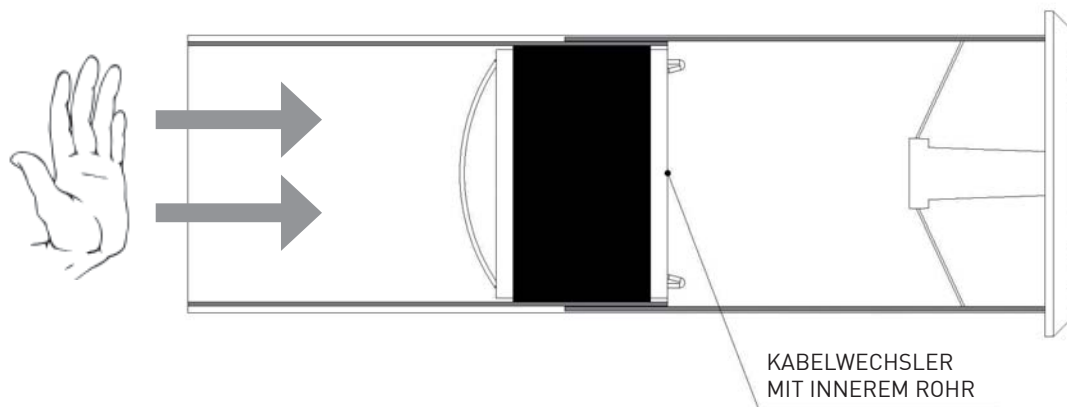

Abbildung 7
4. Bringen Sie den Wärmetauscher am Ende des inneren Rohrs an. (Abbildung 7)